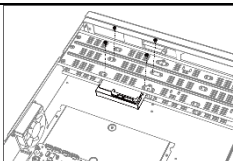

Figure 1-5 Fixez le disque dur
Step 2 Fixez le disque dur au support avec des vis. Reportez-vous à Figure 1-5.